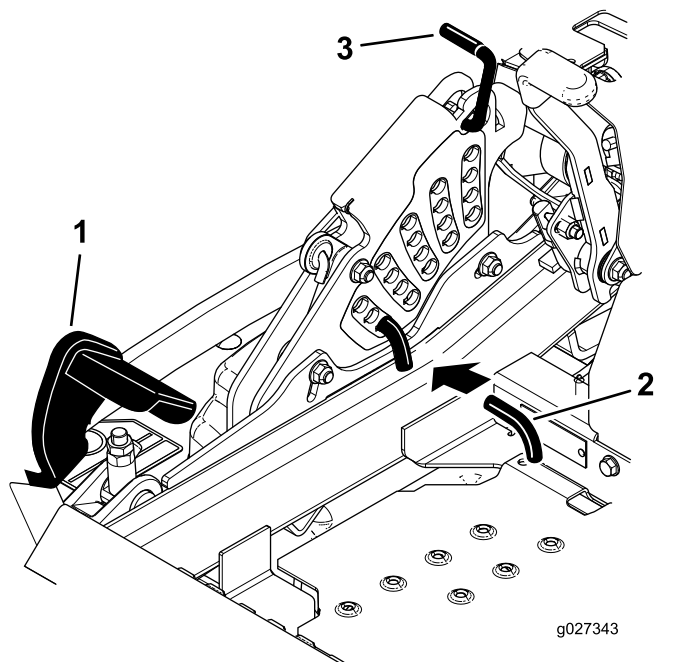

Figura 31
2. Pise el pedal de elevación de la carcasa y eleve la carcasa a la posición de transporte (que es también la posición de altura de corte de 140 mm [5½"])] como se muestra en Figura 31.
3. Para ajustar la altura de corte, gire el pasador 90 grados y retire el pasador del soporte de altura de corte (Figura 31).
4. Seleccione el taladro del soporte de altura de corte que corresponde a la altura de corte deseada, e inserte el pasador (Figura 31).